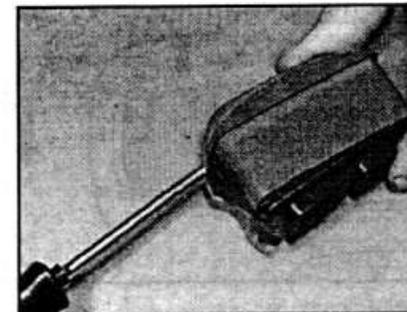

Рис. 12.35. Снятие плафона с фонаря подсветки номерного знака с помощью отвертки.
- На моделях хэтчбек, седан и комби нажмите фиксатор и снимите пластиковый плафон с фонаря подсветки номерного знака. Нажмите и поверните лампочку для снятия ее из фонаря (см. рис. 12.35, 12.36).